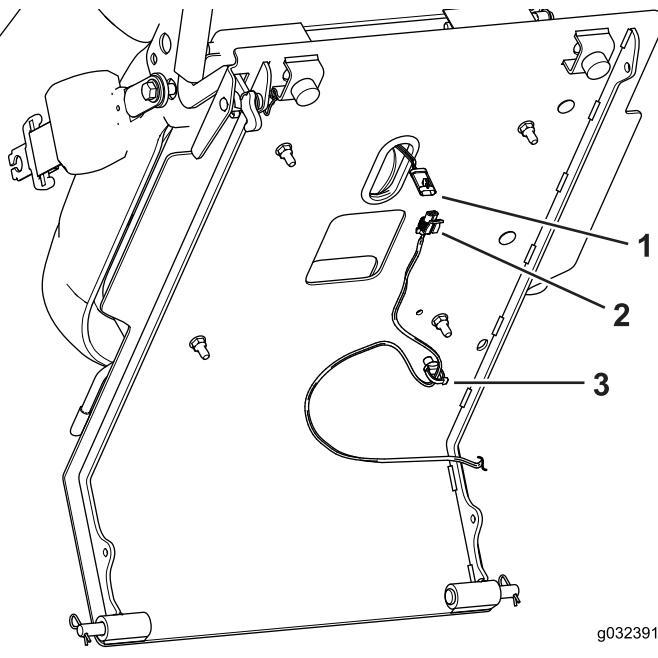

Figura 5
2. Desconecte el interruptor del asiento, en la parte inferior de la chapa del asiento, del arnés de cables (Figura 5).
- 3. Retire el clip con brida de la parte inferior de la chapa del asiento **Figura 5**.